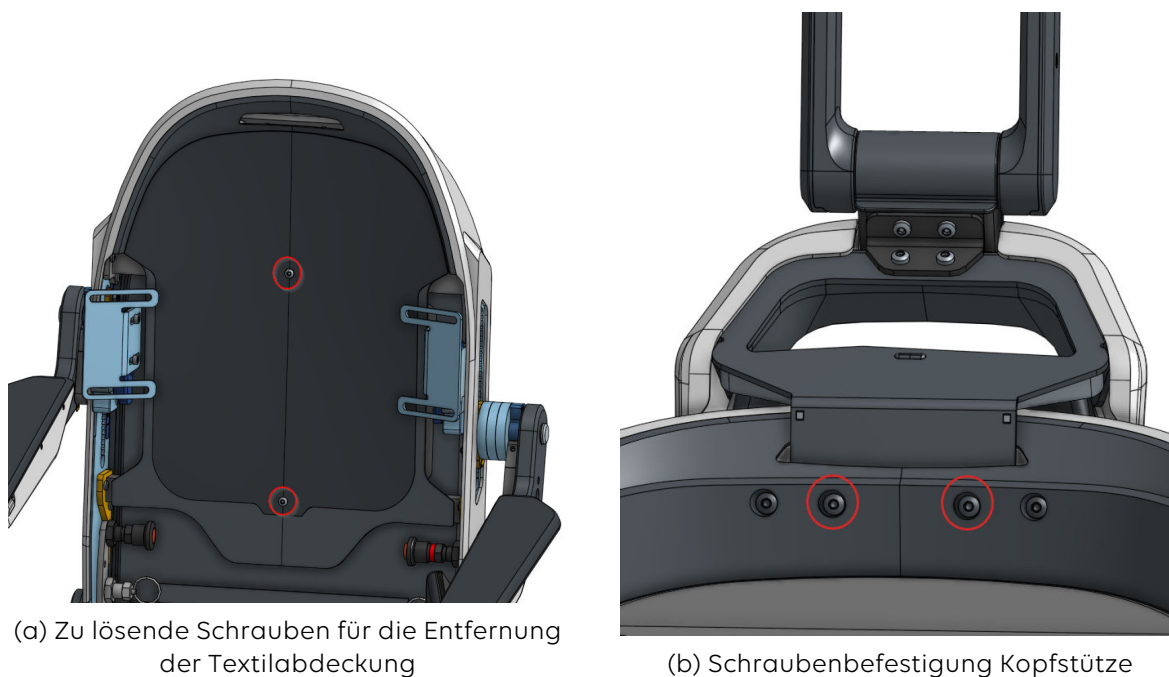

Abbildung 20. Kopfstütze montieren/demontieren
2. Entferne die zwei Schrauben der Textilabdeckung der Rückenlehne ([Abbildung 20, „Kopfstütze montieren/demontieren“ \[30\]](#))
3. Setze die Kopfstütze in den vorbereiteten Schlitz ein und ziehe die zwei mitgelieferten Schrauben von unten fest (Empfohlenes Drehmoment: 6Nm) ([Abbildung 20, „Kopfstütze montieren/demontieren“ \[30\]](#))